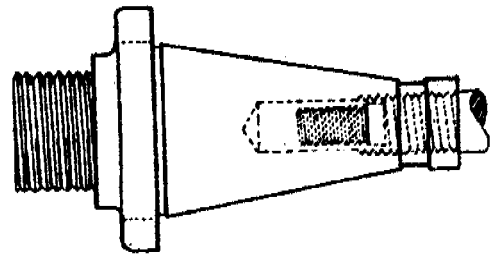

Figura 6
*De agujero roscado ( Figura 6 )*